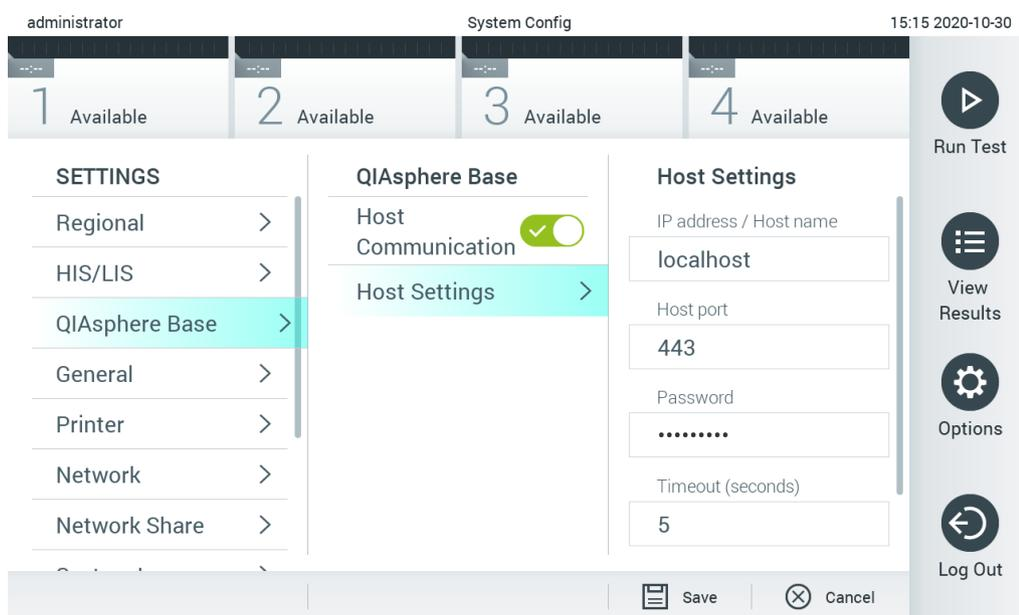

Figure 73. Configuration de la connexion de QIASphere Base.
2. Sélectionnez QIASphere Base dans la liste des paramètres de la colonne de gauche (Figure 73).